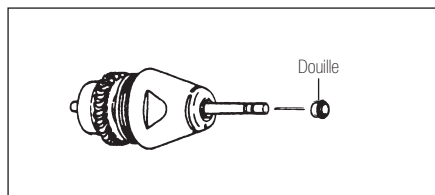

Fig.14
- 2) Placez le guide le plus long de la douille à l'extrémité du manche du rotor tout d'abord le long de la fraise test (Fig.14).